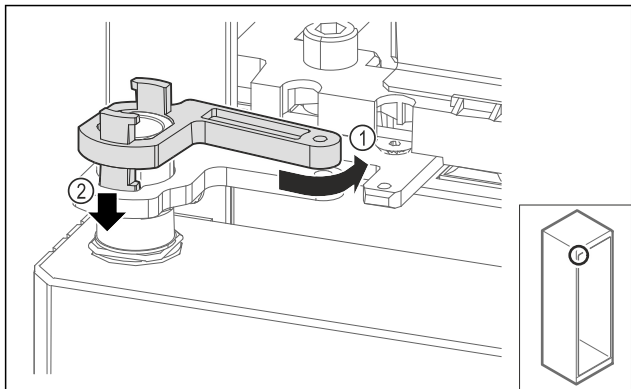

Fig. 67
- ▶ Obrnite zapiralni ležajni podstavek Fig. 67 (1) narahlo nazaj, ga potisnite navzdol Fig. 67 (2) in zaklenite v kotnik tečaja.